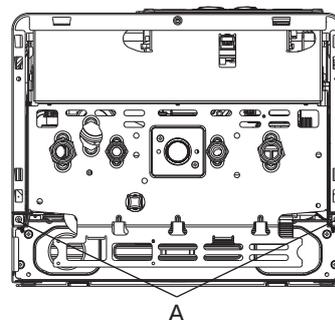
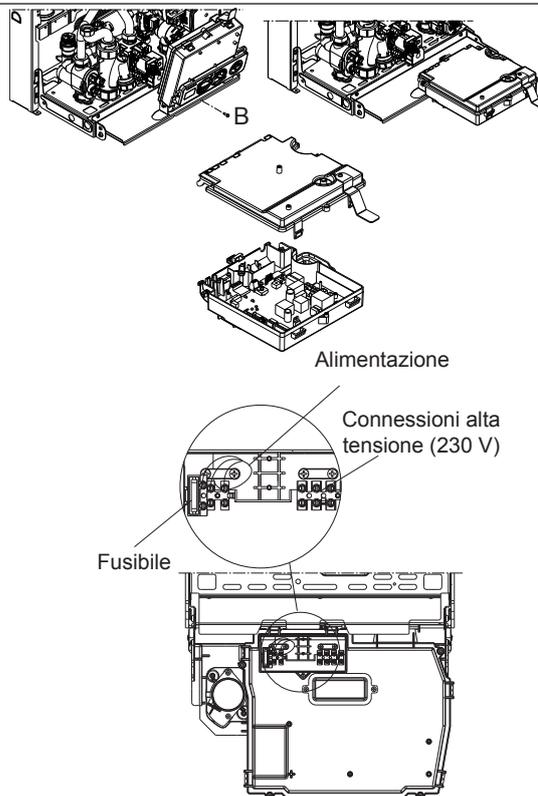

fig. 3.7
fig. 3.8
- svitare le viti (A) di fissaggio del mantello (fig. 3.7)
- svitare la vite (B) di fissaggio del cruscotto, quindi ruotarlo verso di sé
- sganciare il coperchio morsettieria, quindi rimuoverlo (fig. 3.8).